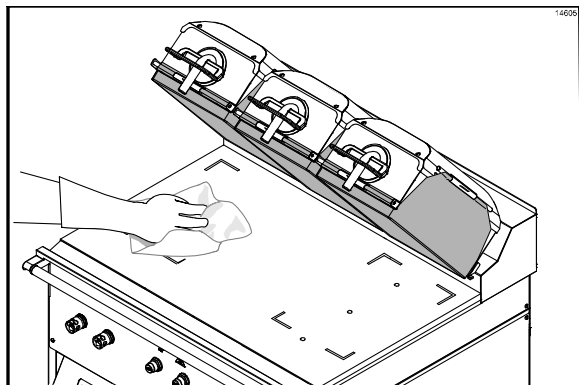

Figure 69
- Essuyer la surface inférieure du gril avec un chiffon-gril propre et trempé dans de l'aseptisant. Répéter jusqu'à ce que la surface soit propre (Cf. Figure 69).